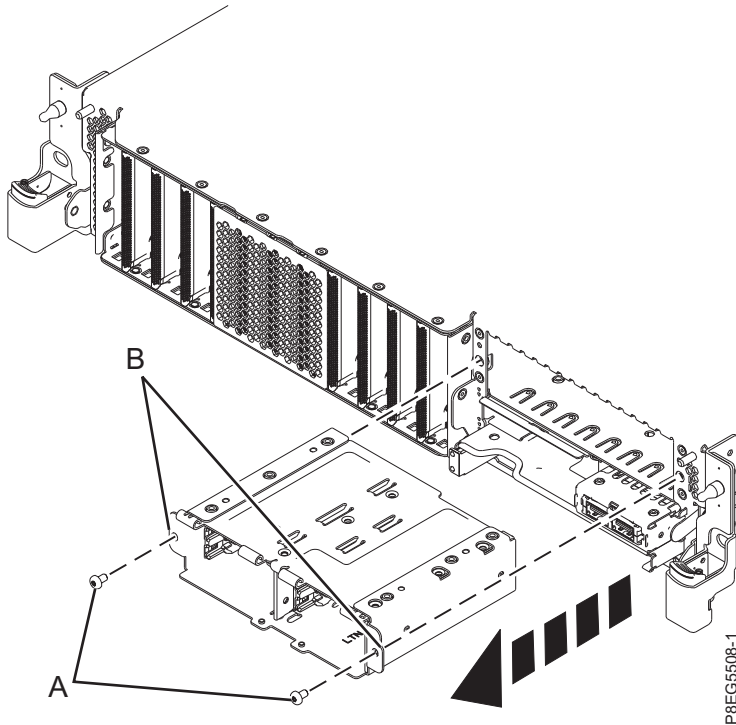

Figure 1. Retrait partiel du compartiment SSD
11. Si votre système dispose du fond de panier d'unité de disque à fonction étendue, vous devez retirer partiellement le compartiment SSD. Retirez les vis **(A)** du compartiment SSD. Laissez les unités SSD dans le compartiment. Saisissez les brides de montage **(B)** et faites sortir suffisamment le compartiment SSD pour que les broches situées à l'arrière du compartiment n'interfèrent pas avec le retrait du fond de panier d'unité de disque. Voir figure 1, à la page 4.